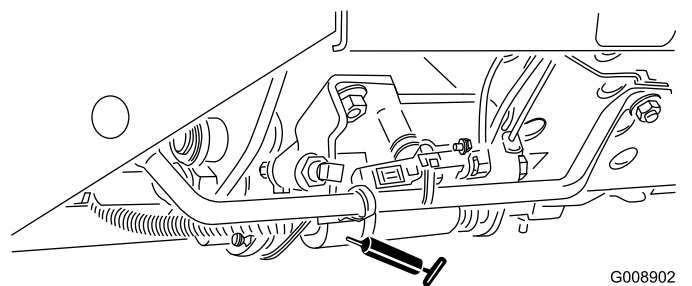

Рисунок 39
- Ползунок режима скашивания/транспортировки (Рисунок 39)